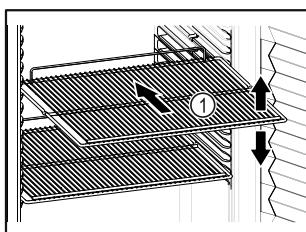

Fig. 86 Príklad zobrazenia
- Ak sa dajú odkladacie rošty Fig. 86 (1) premiestniť, prispôsobte výšku.